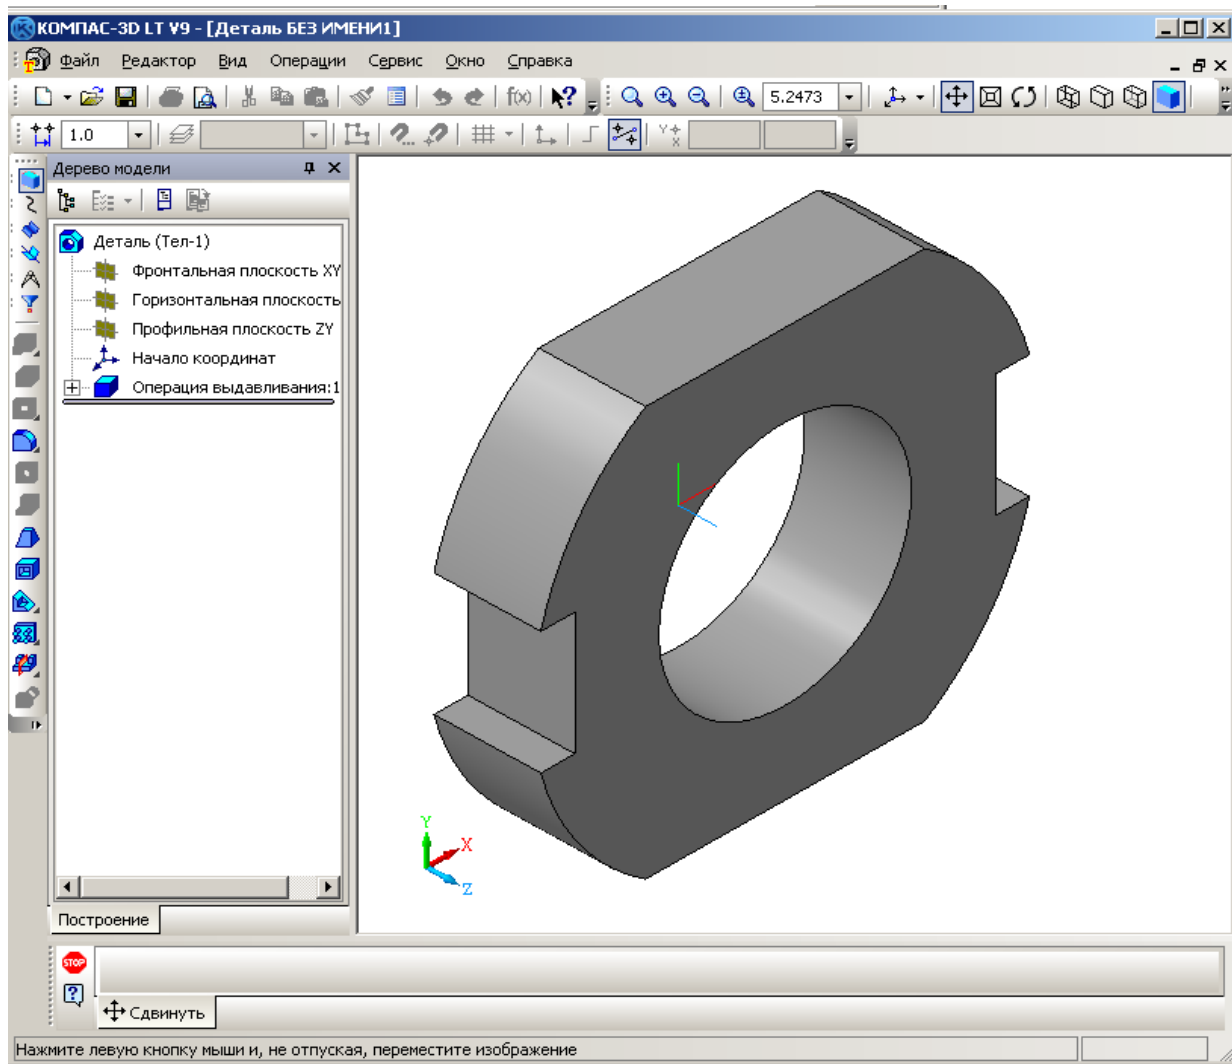

Рис. 16.14. Трехмерная модель прокладки.
5.10. Примените к эскизу команду **Выдавливание**, расстояние выдавливания – 5 мм. В режиме полутонового изображения прокладка имеет следующий вид – рис. 16.14.